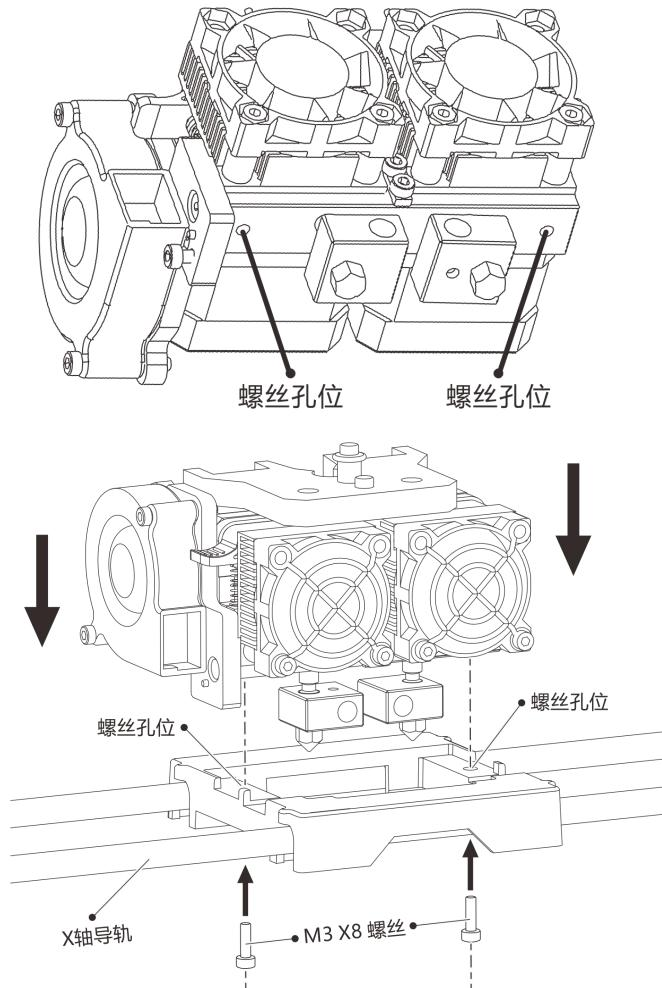

图 4-1
- 先把平台下降到最低位置，再将喷头水平放置在中塑件喷头支架上，保持风扇方向朝前，保证喷头长条铝块上的固定螺丝孔与中塑件上的孔位对齐。然后取出从喷头配件包中取出两颗 M3×8 的螺丝，用 2.5mm 的内六角扳手将喷头和中塑件固定（图 4-1）